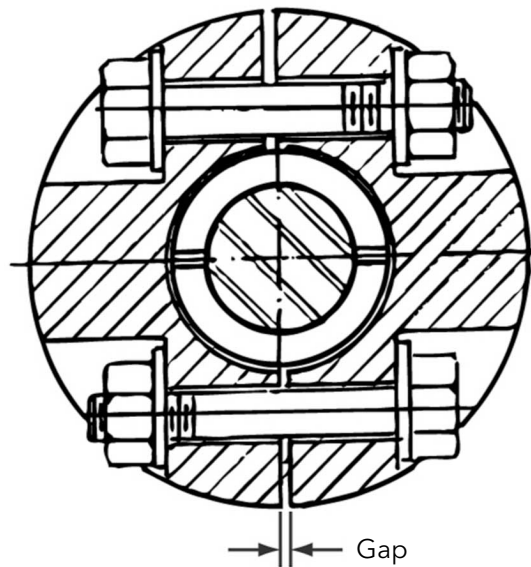

Figura 17: Vista superior
8. Inserte los tornillos ciegos del acoplador y coloque una arandela de bloqueo y una tuerca en cada tornillo. Los cabezales del perno en cada nivel en los lados opuestos del acople deben apuntar en direcciones diferentes para lograr el equilibrio, como se muestra en Figura 17 en página 26.
8. Inserte los tornillos ciegos del acoplador y coloque una arandela de bloqueo y una tuerca en cada tornillo. Los cabezales del perno en cada nivel en los lados opuestos del acople deben apuntar en direcciones diferentes para lograr el equilibrio, como se muestra en la Figura 17 en página 26.